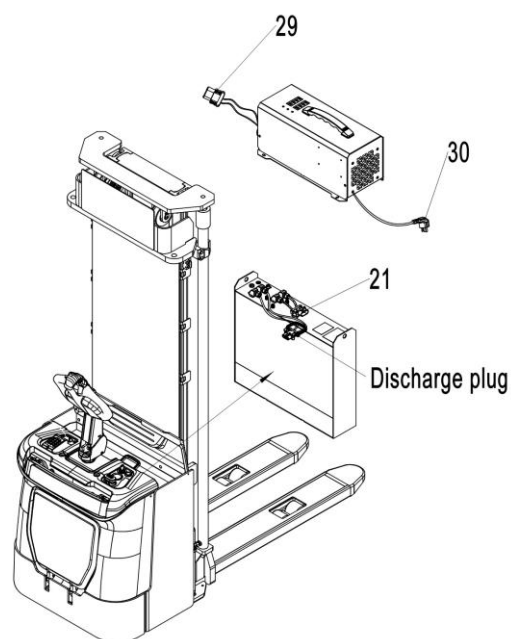

Рис. 19. Литиевая АКБ
- Подсоедините штекер аккумулятора (рис. 19, поз. 21) и штекер зарядного устройства (рис. 19, поз. 29).
- Затем подключите основной штекер (рис. 19, поз. 28) зарядного устройства к источнику питания.